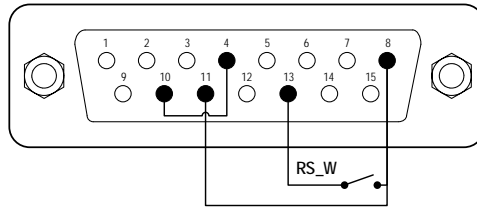
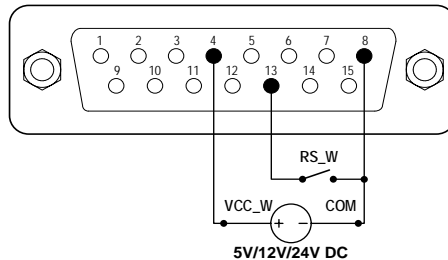

Abbildung 14. Logikpegel-1-Steuerung mit interner 12V-Stromquelle
Abbildung 15. Logikpegel-1-Steuerung mit externer Stromquelle
- 1) Schalten Sie die Pumpe aus. Verdrahten Sie den DB15-Stecker wie in Abbildung 14 oder Abbildung 15 und verbinden Sie ihn mit dem DB15-Anschluss auf der Rückseite der Pumpe .